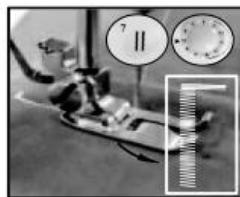

Рисунок 18
3. Выберите шаблон стежка №7, включите переключатель и пришейте ткань подходящей длины, затем выключите переключатель. Обратите внимание, чтобы стежок шёл по прямой линии (рис. 18).